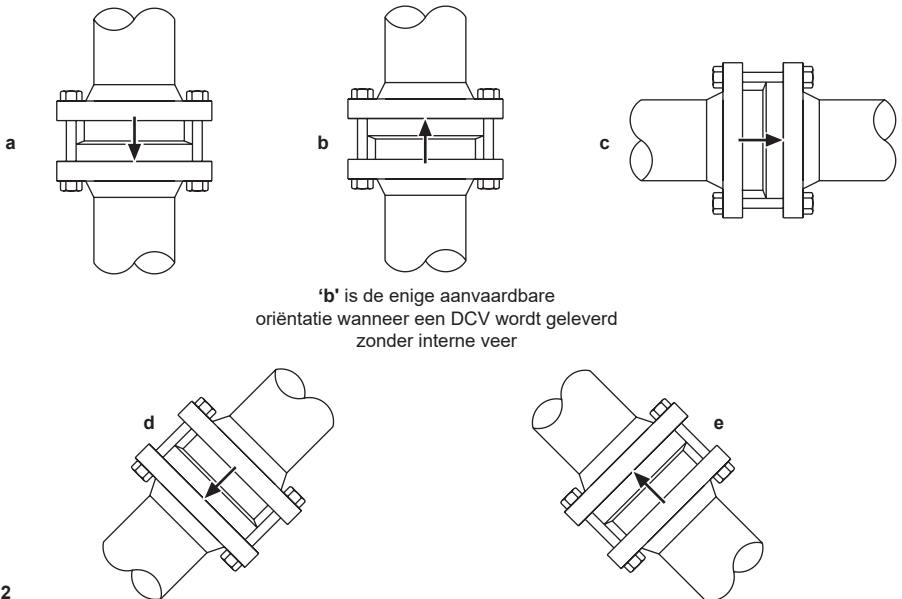

Fig. 2
- 3.5** Schijfterugslagkleppen passen eenvoudig tussen twee flenzen (zie Fig. 2). Aan weerszijden van de klep worden standaardpakkingen gebruikt, samen met langere bouten of tapeinden. Opmerking: flenzen, bouten (of tapeinden), moeren en pakkingen moeten door de installateur worden geleverd. Normale, verstandige flensboutprocedures moeten worden gevolgd, bijvoorbeeld het aanhalen van de bouten in tegengestelde volgorde.